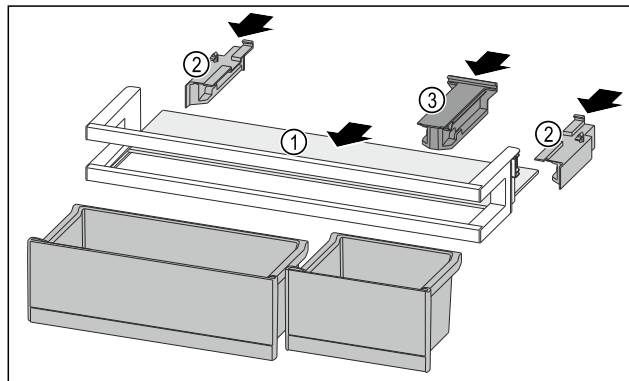

Fig. 205
- Työnnä säilytyshylly Fig. 205 (1) sivuilla oleviin koloihin.
- Aseta sivuosat Fig. 205 (2) paikoilleen.
- Aseta kiinnitysosa Fig. 205 (3) paikalleen.